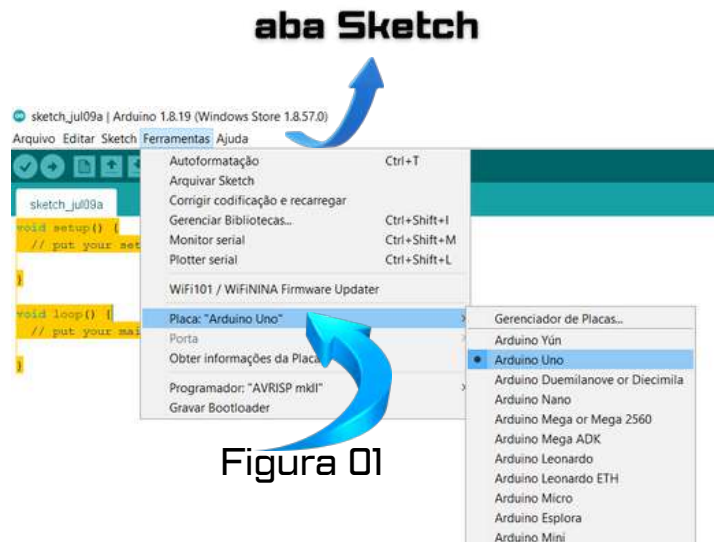

Figura 01
- Agora certifique-se que a placa do Arduino é a que você está utilizando, para isso clicando em ferramentas, vá até placa do arduino e escolha Arduino Uno, **Figura 01**.